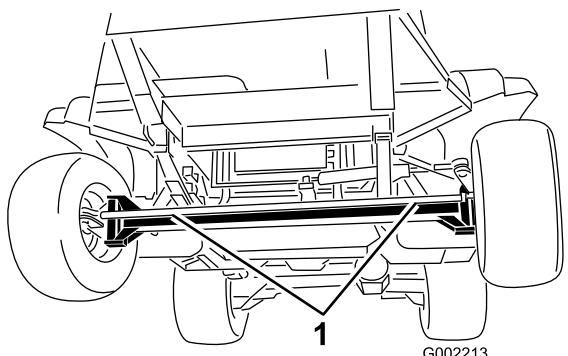
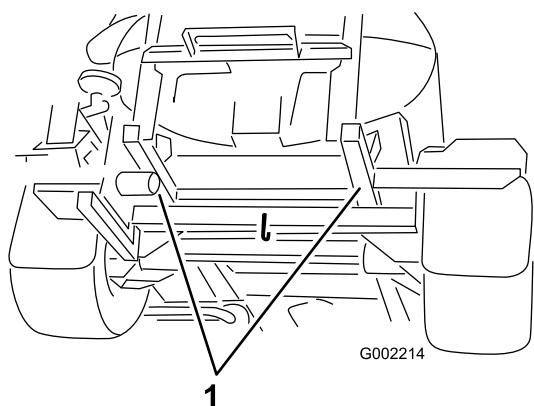

図 61
図 62
- 牽引ロープを取り付ける車両前後のロープ掛けポイントについては図 61 と図 62 を参照。